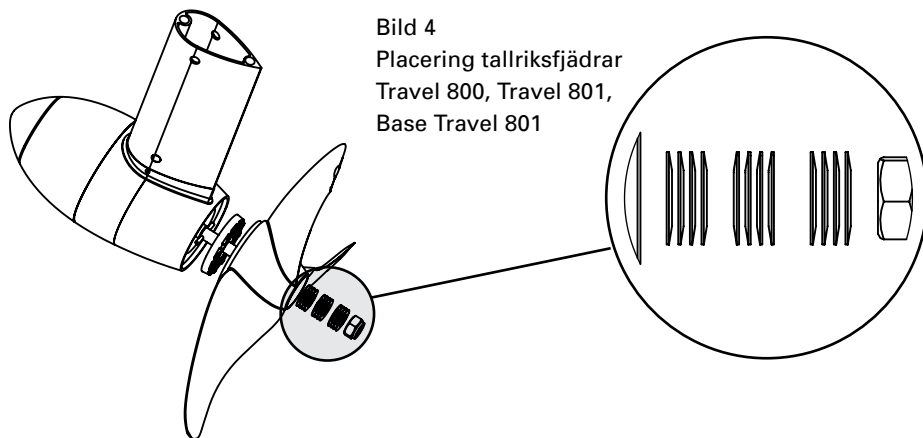

Bild 4
4. Sätt ihop alla tolv tallriksfjädrar med  $\varnothing$  20 mm till tre paket med fyra tallriksfjädrar i varje. Tallriksfjädrarna i varje paket måste läggas på samma håll. Sätt tallriksfjäderpaketen på motsatta håll på drivaxeln. Det första paketets öppning måste peka mot propellern (dvs. paketet välver sig bort från propellern). Det andra paketet måste sättas mot det första paketet. Det tredje paketet sätts på samma håll som det första paketet (Bild 4)